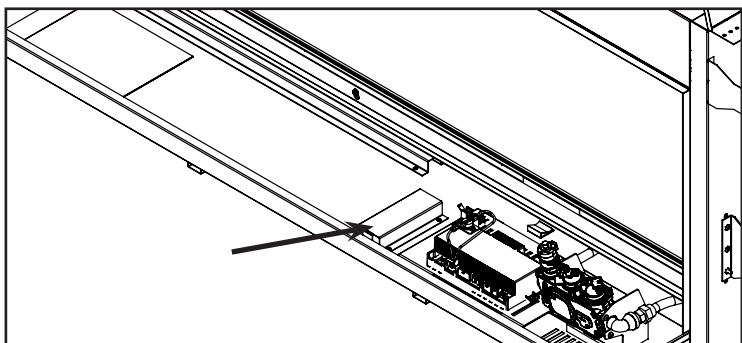

Figure 5: Support de batterie
Installez les quatre (4) piles AA dans le support de piles de l'IFC (voir figure 5). Notez la polarité de la pile et insérez-la dans le compartiment comme indiqué sur le boîtier. Appuyez sur le bouton de réinitialisation de l'IFC, marqué « SW1 », (voir figure 4).